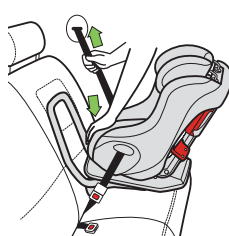
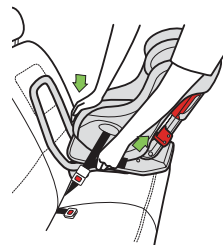

Figure 66
Figure 67
- Appuyez au centre du siège d'auto pour faire baisser le coussin du véhicule et tirez sur la partie baudrier de la ceinture sous-abdominale/baudrier pour la serrer, tel qu'indiqué dans la **Figure 66**, ou tirez sur l'extrémité de la ceinture sous-abdominale (si l'installation est avec une ceinture sous-abdominale) pour la serrer, qu'indiqué dans la **Figure 67**.